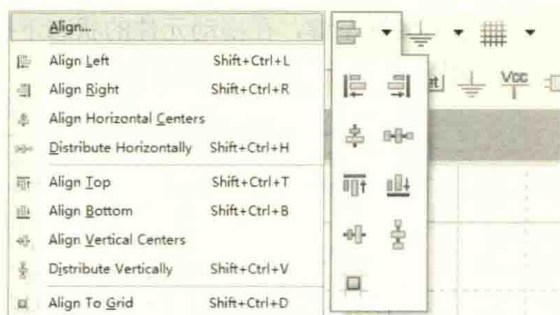

图 4-29 排列与对齐命令
(1) 执行菜单命令“Edit-Align”，即可进入排列与对齐命令菜单，如图 4-29 所示。
(2) 直接执行按键命令“A”。
(3) 菜单图标命令和排列与对齐命令是一一对应的，如图 4-29 所示。